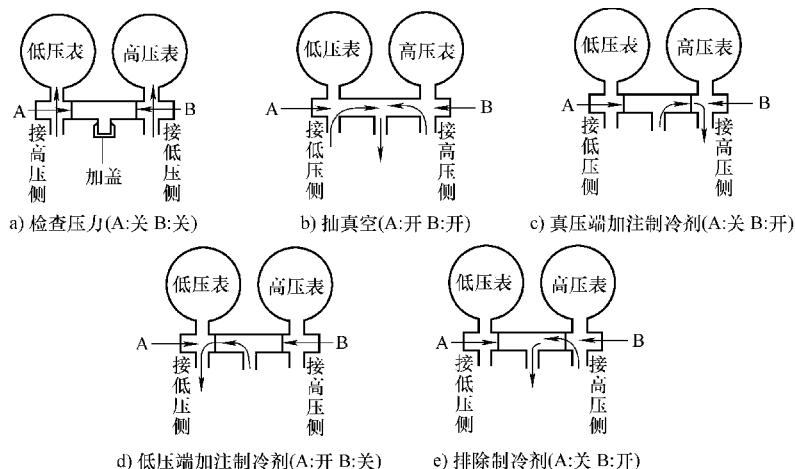

图 7-33 低压手动阀和高压手动阀工作原理
2) 低压手动阀和高压手动阀工作原理。低压手动阀和高压手动阀工作原理如图 7-33 所示。